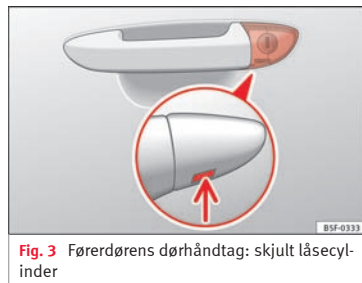

Fig. 3 Førerdørens dørhåndtag: skjult låsecylinder
- Sæt nøglekammen ind i afdækningens nederste åbning » Fig. 3 (pil) på førerdørens dørhåndtag, og løft afdækningen af nedefra og opad.